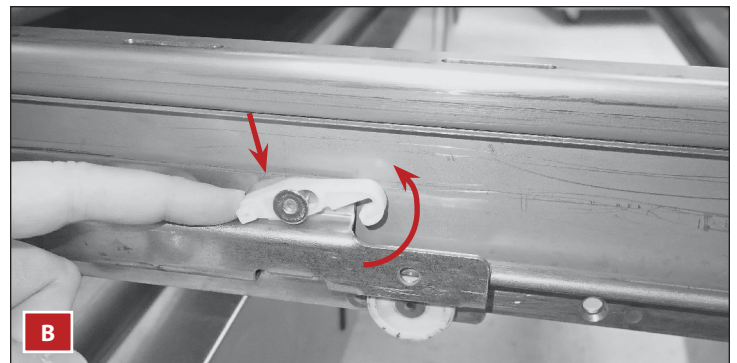

Abb. 2b Drücken Sie die Rückseite des Halters nach unten.
1. Bei angehobenem Kunststoff-Schubladenhalter richten Sie die Schublade mit der Schiene aus und drücken Sie die Schublade hinein. Siehe Abb. 2b und 3.